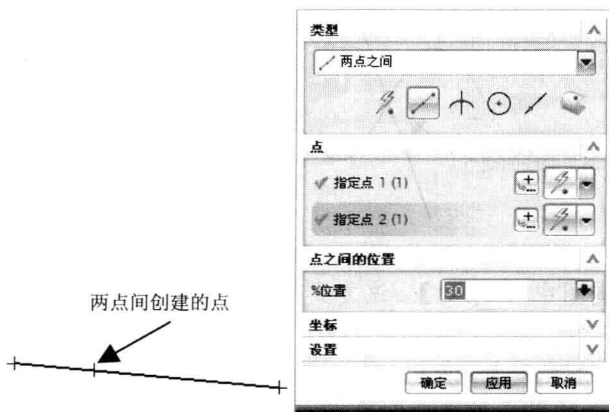

图1-10 在两点之间创建点
- **【两点之间】**: 该方式通过两点之间间距比例系数创建点。图 1-10 为在两点之间创建点的示意图。